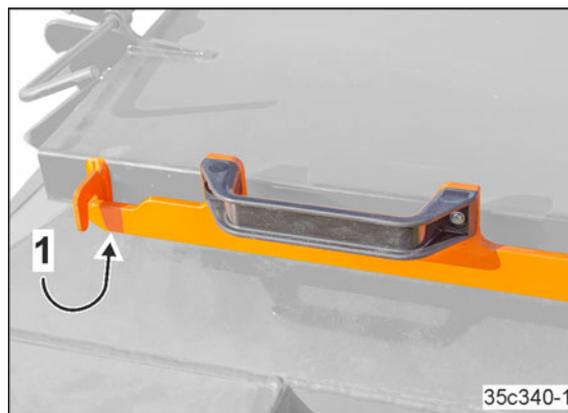

Fig. 231
5. Verrouiller le levier (Fig. 231/1).